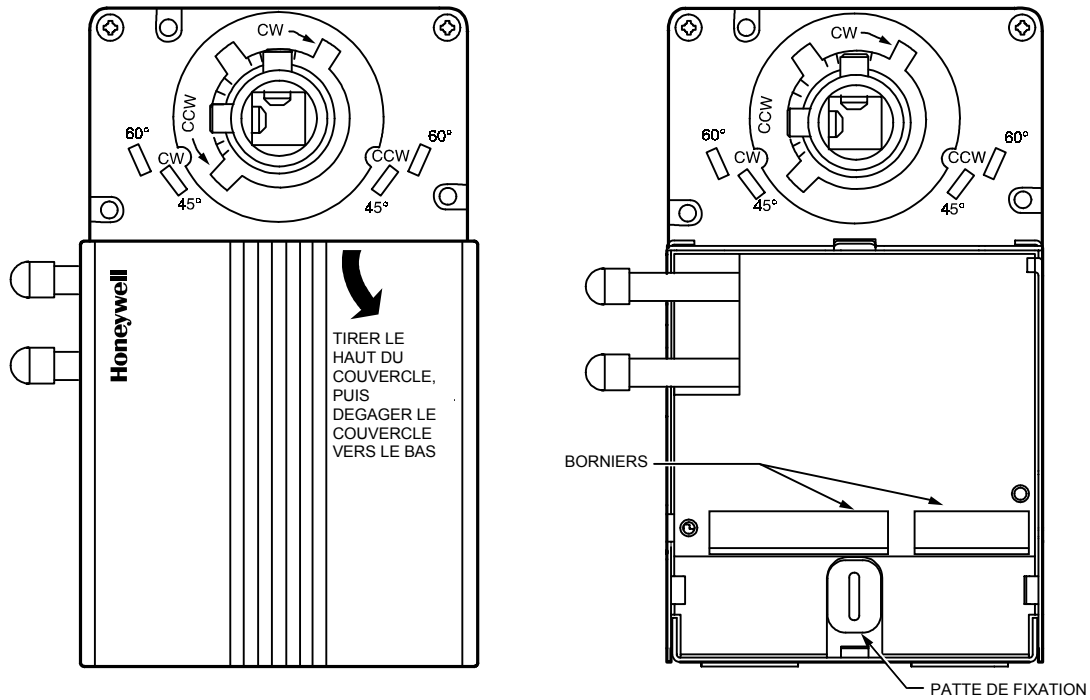

Fig. 3. Démontage du couvercle et accès aux borniers et à la patte de fixation.
L'ensemble W7751H est monté sur l'arbre du registre de caisson VAV. Le servomoteur du W7751H ouvre ou ferme un registre en entraînant l'arbre du registre dans le sens antihoraire (SAH) ou dans le sens horaire (SH). Le servomoteur comporte une patte de fixation permettant de le fixer sur un registre de caisson VAV. La patte de fixation est accessible par un trou du régulateur lorsque le couvercle de celui-ci est retiré (voir Fig. 3). La patte de fixation peut recevoir une vis taraudeuse de 6 mm (non fournie).